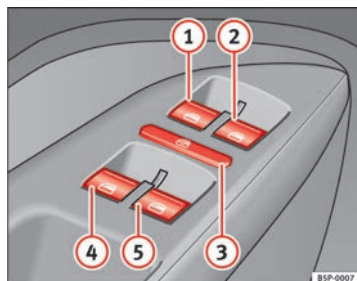

Abb. 69 Ausschnitt aus der Fahrertür: Tasten für die Fenster vorne und hinten
Die Tasten ⇒ Abb. 69 ① und ② haben zwei Stufen zum Öffnen und zwei zum Schließen des Fensters. Dadurch ist es einfacher, die Öffnungs- und Schließvorgänge zu kontrollieren.